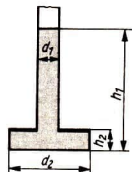

Bild 31
- 4.3 Ein aus zwei zylindrischen Teilen nach Bild 31 zusammengesetztes Gefäß ist bis zur Höhe  $h_1$  mit Wasser gefüllt. Berechnen Sie die Kraft auf die Kreisringfläche (in der Schnittdarstellung durch eine dicke Linie hervorgehoben). Die Höhen sind 50 cm und 5 cm, die Durchmesser 20 mm und 80 mm.